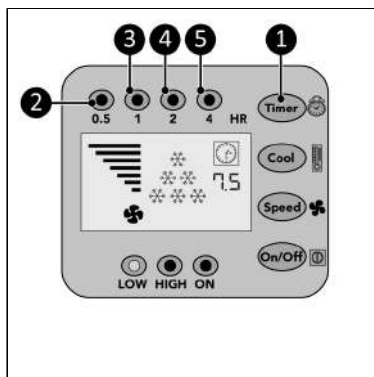

Figura 79.
1. Premi ripetutamente il tasto Timer ( Figura 79, pos. 1) per avviare il conto alla rovescia di:
- 0.5 ora: l'indicatore 0.5h ( Figura 79, pos. 2) si accenderà;
- 1 ora: l'indicatore 1h ( Figura 79, pos. 3) si accenderà;
- 2 ore: l'indicatore 2h ( Figura 79, pos. 4) si accenderà;
- 4 ore: l'indicatore 4h ( Figura 79, pos. 5) si accenderà;
- 7.5 ore: l'indicatore 0.5 h, 1 h, 2 h, 4h ( Figura 79, pos. 2, 3, 4 and 5) si accenderanno.